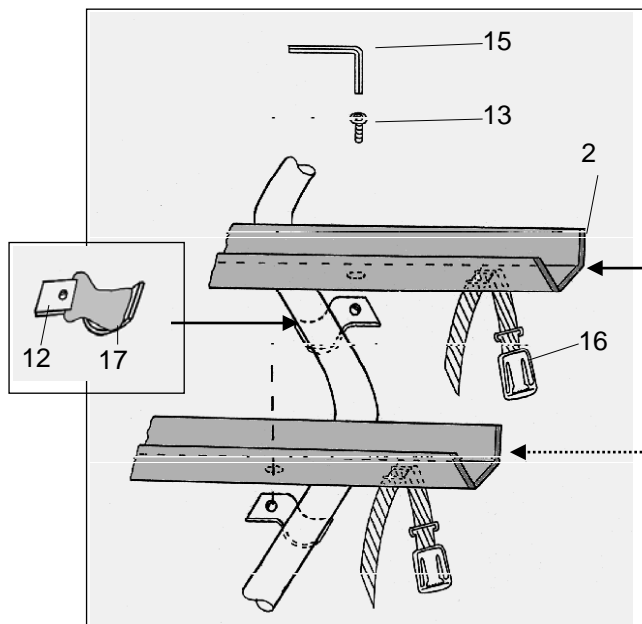

Abb. 3.1.
2. Die Auflagenverlängerung (1) wird an der Mittelstrebe des Lastenrahmens angebracht.
3. Die zweite Alu-Schiene wird im abgeknickten Bereich auf der Auflagenverlängerung montiert Abb. 3.1. Die Gewindeschellen (12) der Alu-Schiene (2) müssen hierzu schräg befestigt werden Abb. 3.2. Die Gewindeschellen (12) müssen mit Unterleggummis (17) versehen werden. Anzugsdrehmoment 10 Nm.